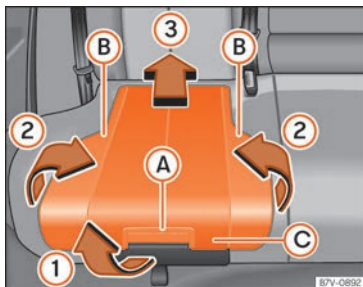

**Fig. 32** Asiento integrado para niños: levantar el cojín.
- Tire del cojín hacia adelante por la palanca de desbloqueo » » » **fig. 32 A** en la dirección de la flecha » » » **fig. 32 1**.
- Pliegue hacia arriba ambos lados » » » **fig. 32 B**, en el sentido de la flecha » » » **fig. 32 2**.
- Empuje hacia atrás el cojín » » » **fig. 32 C** en la dirección de la flecha » » » **fig. 32 3** hasta que se encastre.